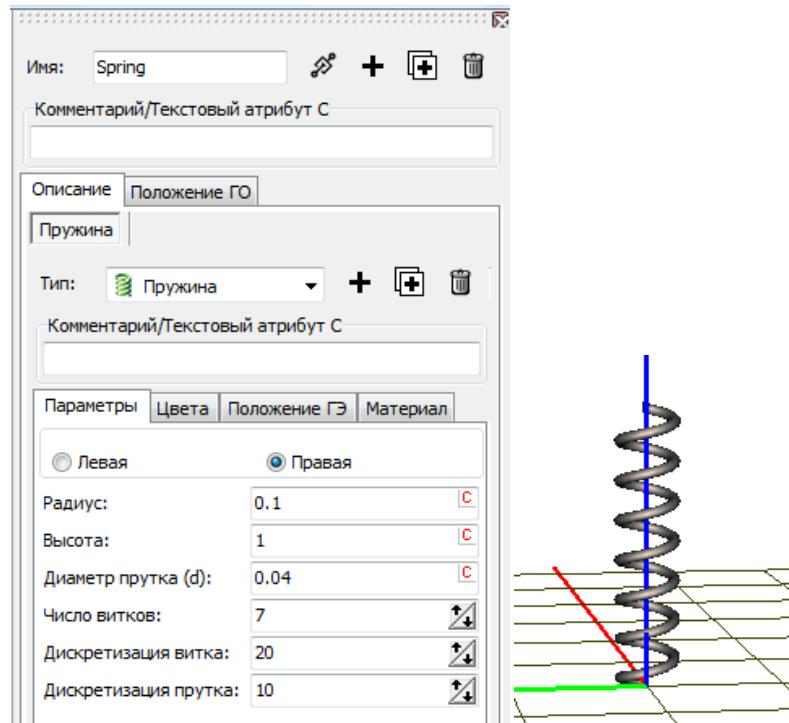

Рис. 2.9. Образ пружины
- Выберите тип **Пружина**. Измените радиус на 0.1 и число витков на 7, рис. 2.9, слева.